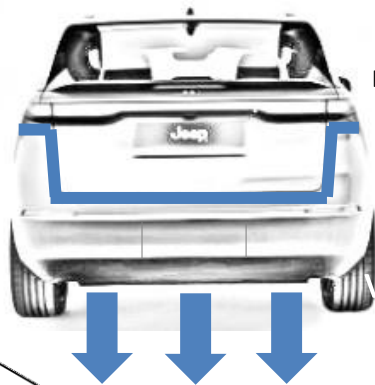
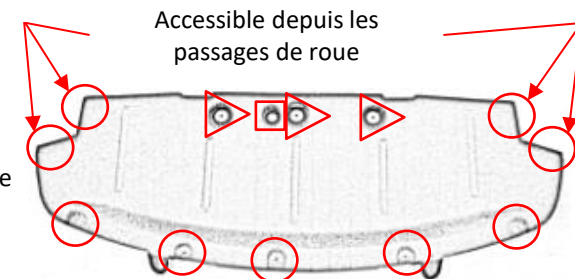

Figure 2:
Figure 1:
- Déposer le panneau de soubassement (figure 1):** a) À l'aide d'un tournevis cruciforme (ou d'une douille de 8 mm), retirer les 9 vis situées sur les bords du panneau (cercles). b) À l'aide d'une douille de 10 mm, retirer les 3 vis situées dans les poches encastrées les plus à l'avant du panneau (triangles). c) À l'aide d'un tournevis à tête plate, retirer la 1 goupille de poussée de l'éclairage (carré). d) Retirer le panneau avec précaution et le mettre de côté.
- Retirer les vis du dessous:** À l'aide d'un tournevis cruciforme (ou d'une douille de 8 mm), retirez-les (2) vis reliant la façade aux supports en plastique.
- Dépose du bandeau arrière (figure 2):** a) À l'aide d'un tournevis cruciforme (ou d'une douille de 8 mm), retirez (4) vis de chaque passage de roue le long du bord extérieur vertical. b) À l'aide de ruban adhésif, alignez les bords de la garniture d'aile et les bords du bandeau. c) À l'aide d'outils pour garnitures en plastique, retirez les deux pièces de garniture d'aile (1 par côté). d) À l'aide d'une douille de 7 mm, retirez (6) vis (3 par côté) de la zone située sous la garniture d'aile. e) Tirez la garniture de passage de roue sur le côté. Ensuite, à l'aide d'un tournevis à tête plate, retirez les 2 goupilles en plastique (1 par côté). f) Ouvrez le hayon. Ensuite, à l'aide d'une clé Torx T30, retirez les deux vis qui maintiennent le bandeau (une par côté). g) À l'aide d'outils pour garnitures en plastique, en partant de la zone du passage de roue et en allant vers le centre, tirez doucement sur le bandeau jusqu'à ce que les clips soient libérés. Débranchez les connecteurs de câblage et, à l'aide d'un tournevis à tête plate, retirez toutes les connexions de câblage qui maintiennent la planche de bord au panneau d'extrémité. h) Retirez soigneusement la planche de bord et mettez-la de côté.